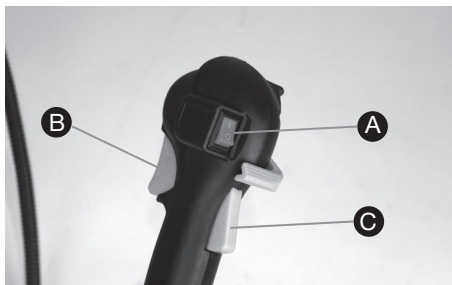

Рис. 8 Рукоятка управления
4. Установите выключатель А в положение «I» (Рис. 8).
5. Нажмите на рычаг газа В. Зафиксируйте рычаг газа в нажатом состоянии кнопкой С (Рис. 8).
9. После запуска переведите рычаг газа в режим холостого хода. Для этого необходимо быстро нажать и отпустить рычаг газа В (Рис. 8). Прогрейте двигатель в течение 30 секунд. Рычаг воздушной заслонки при этом находится в среднем положении, затем переведите рычаг заслонки в верхнее положение (Рис. 9).
2. Дайте двигателю поработать без нагрузки в течение 15-20 секунд, затем заглушите двигатель, установив выключатель зажигания А (Рис. 8) в положение «О» (ВЫКЛЮЧЕНО).